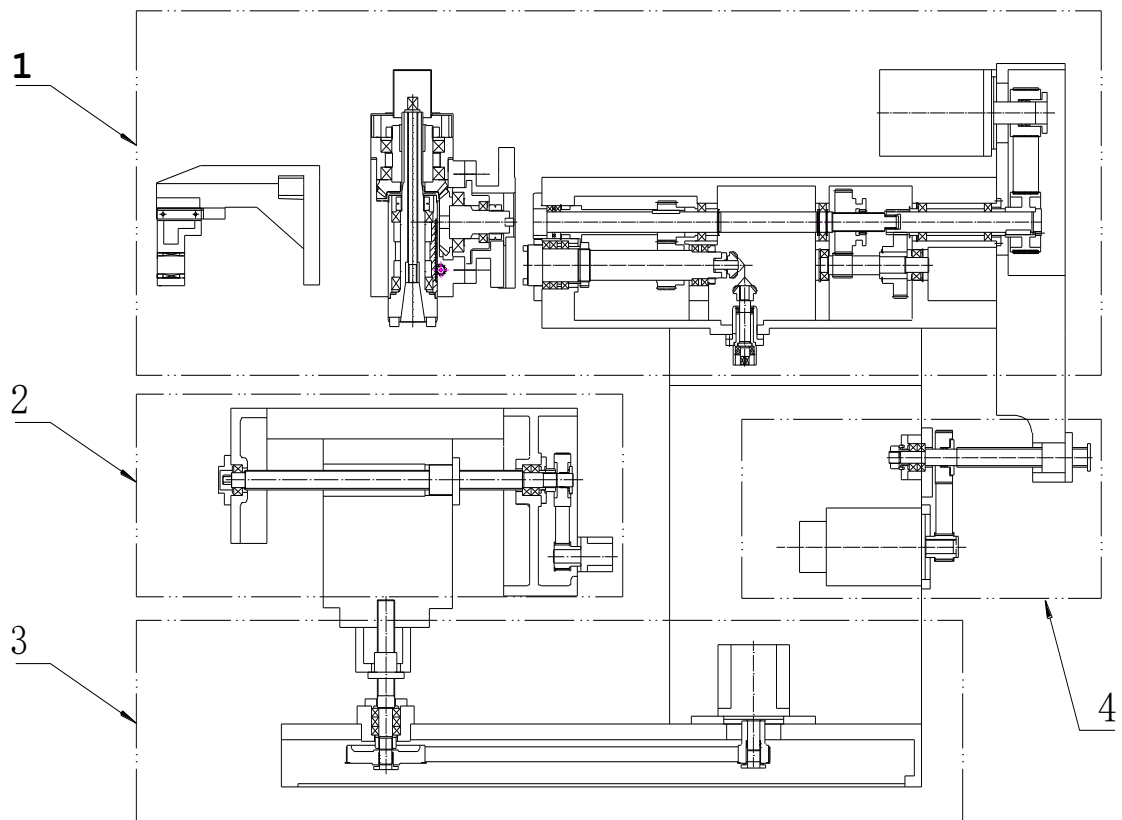
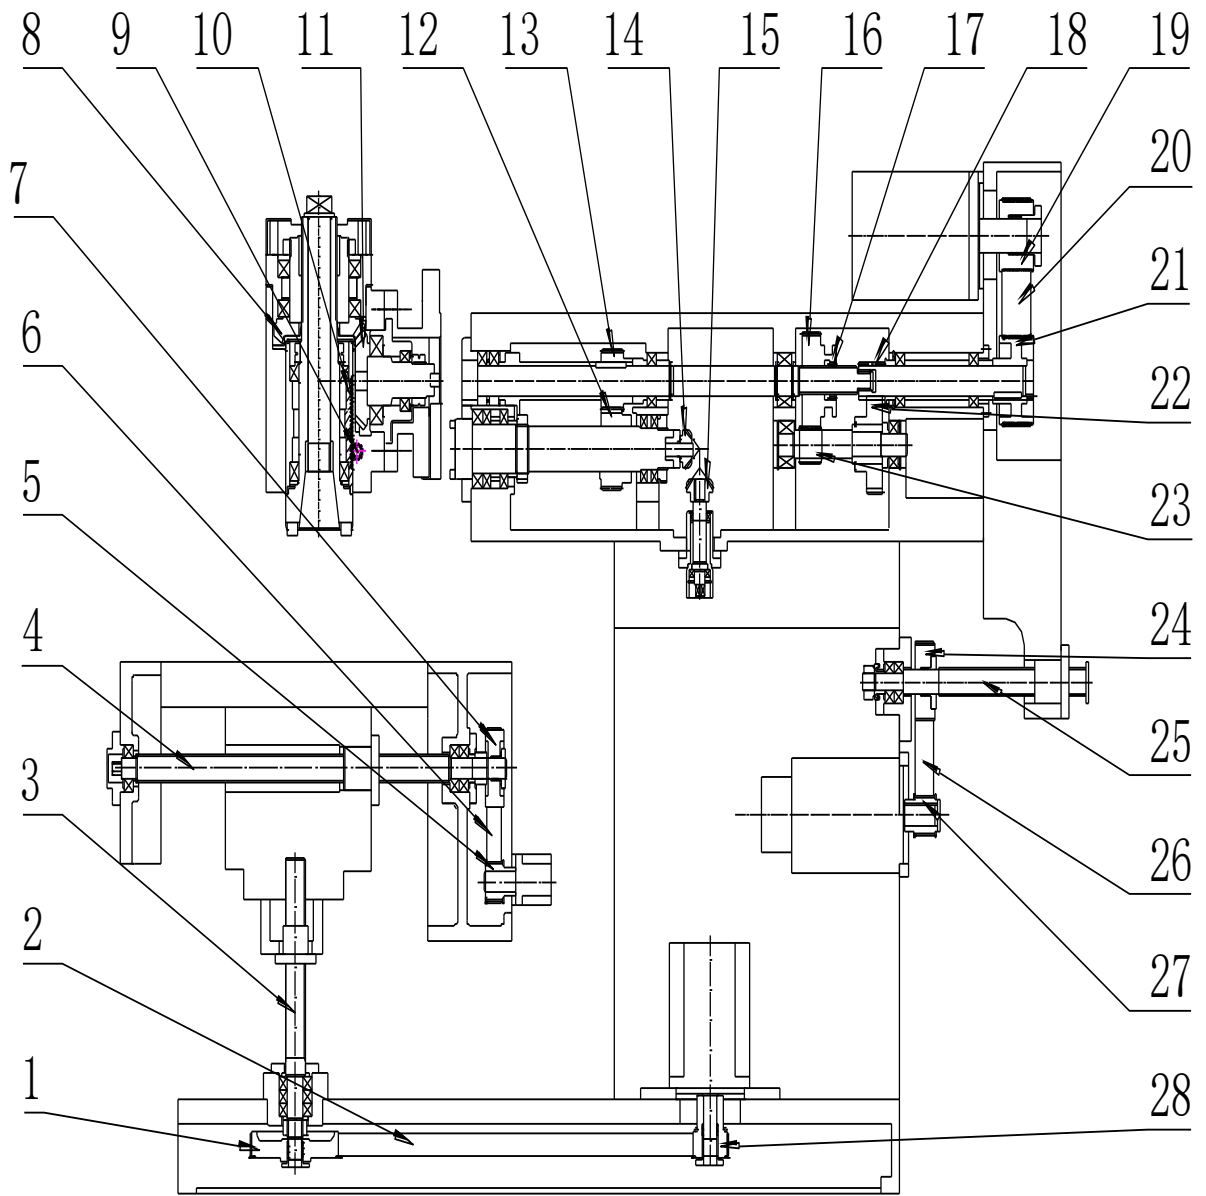

Рис. 10 Кинематическая схема станка
Рис. 11: Схема деталей кинематики станка
1) Система привода шпинделя (см Рис. 10 и Рис. 11)
Система привода шпинделя состоит из коробки скоростей ползуна и фрезерной головки. См. блок 4 на Рис. 10. Детали передачи см. на Рис. 11. Принцип работы системы подачи состоит в следующем: На валу серводвигателя с фланцем находится малый многоручьевой шкив 19 для передачи усилия на большой многоручьевой шкив 21, расположенный на ведущем валу коробки скоростей ползуна, посредством клинового ремня 20. Шестерня (шестерня 18) на ведущем валу
2) Привод подачи по оси X (см. Рис. 10, Рис. 11)
Привод подачи по оси X показан в блоке 2 на Рис. 10; детали трансмиссии см. на Рис. 11, а ниже описывается принцип действия: В качестве двигателя подачи по оси X используется серводвигатель, который вместе с зубчатым шкивом и зубчатым ремнем установлен с левой стороны вертикального рабочего стола. Вращение от двигателя передается посредством шкива 5, зубчатого ремня 6 и зубчатого шкива 7 с передачей усилия на ШВП 4 оси X для продольного перемещения рабочего стола.
3) Привод подачи по оси Y (см. Рис. 10, Рис. 11)
Привод подачи по оси Y показан в блоке 4 на Рис. 10; детали системы подач см. на Рис. 11, а ниже описывается принцип действия:
4) Привод подачи по оси Z (см. Рис. 10, Рис. 11)
Привод подачи по оси Z показан в блоке 3 на Рис. 10; детали системы подач см. на Рис. 11, а ниже описывается принцип действия: